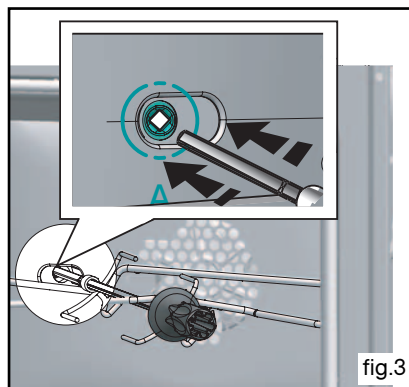

fig.3
- poussez légèrement pour engager la pointe de la broche dans le carré d'entraînement situé au fond du four (fig.3).
Faire levier sur ces pièces afin de déclipper la glace (fig.3).